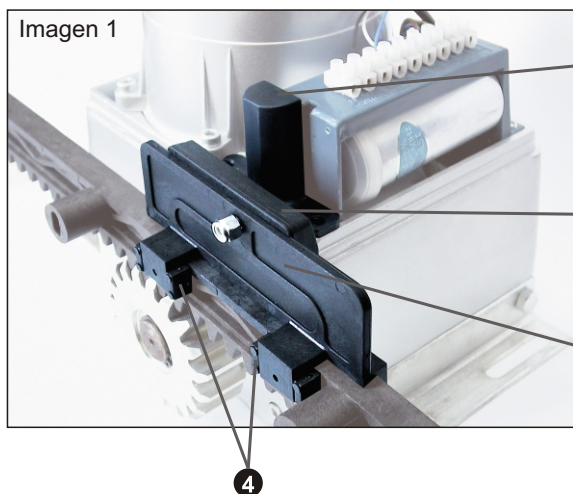

Imagen 1
- Monter le fin de course sur la crémaillère comment dans la figure 1.
- Montar el final de carrera sobre la cremallera como en la imagen 1.